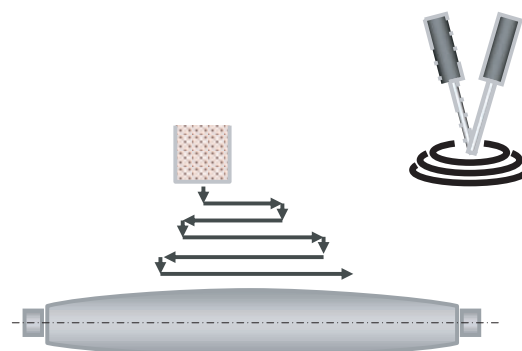

図10 手動テーブル反転機能
- 3) 自動トラバース研削中にトラバース研削範囲内で、任意の位置でテーブルを反転させる手動テーブル反転機能により、荒研削に発生した中凸形状の修正を容易にしている。その他研削しろの偏りにもこの機能により、はじめに研削しろの多い部分のみトラバース研削し、研削しろが均一となったところで本来の行程をトラバースさせる使い方、加工時間を短縮できる(図10)。